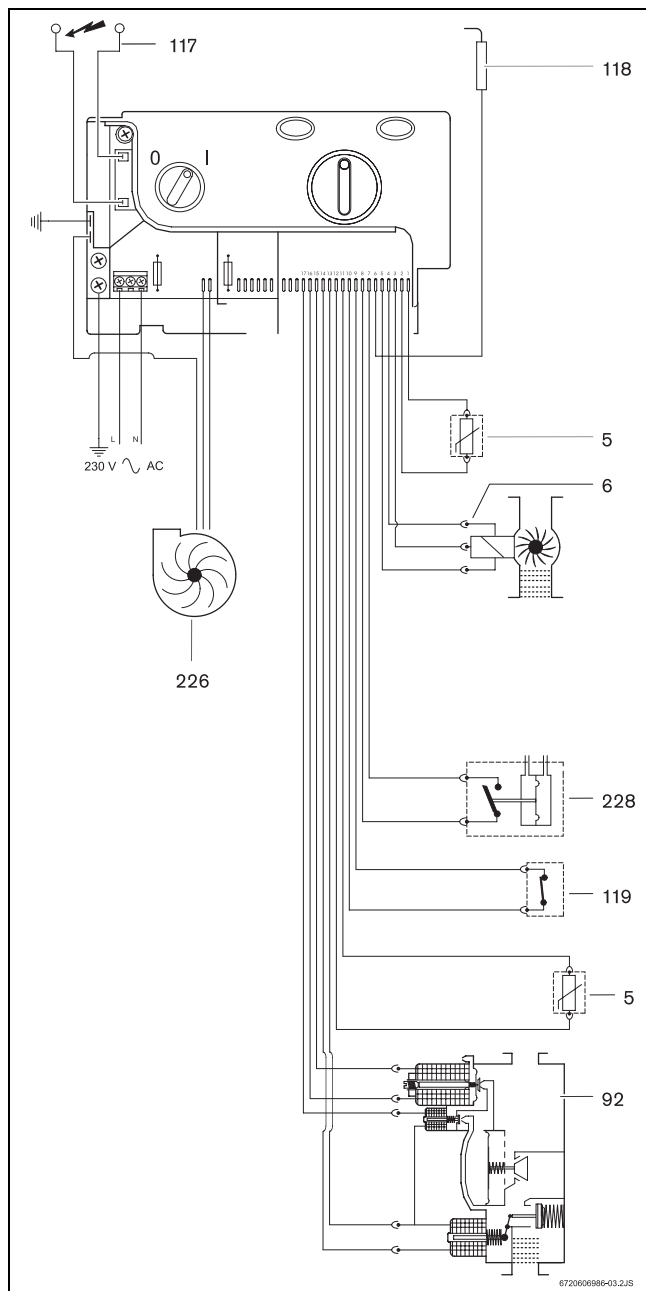

Fig. 3 Schema elettrico
Ogniqualvolta si apre un rubinetto dell'acqua calda, il flussostato a turbina (→Fig. 3, pos. 6) posizionato in ingresso dell'acqua fredda, invia un segnale alla scheda elettronica. Questo segnale provoca quanto segue:
- Simultaneamente vengono emesse le scintille presso il bruciatore e la valvola gas apre il passaggio del gas (→Fig. 3, pos. 92)
- L'elettrodo di ionizzazione (→Fig. 3, pos. 118) controlla lo stato della fiamma